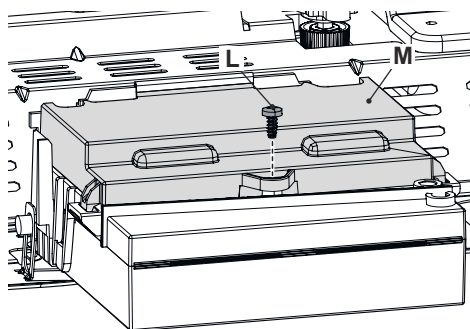

Рисунок 5.19
- Відкрутіть гвинт **Л** і підніміть кришку **М**, щоб отримати доступ до клемних колодок (Рисунок 5.19).